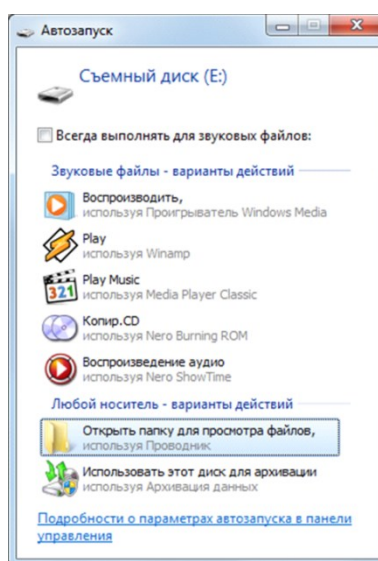

Рис. 6.15. Окно *Автозапуск*
3. Нажмите и удерживайте тампер контроллера, после чего нажмите и отпустите кнопку рестарта Reset (см. Приложение 3). В результате контроллер перезапустится в режиме накопителя данных (Mass Storage) и будет представлен в компьютере как съемный диск. В области уведомлений ОС Windows (в правом нижнем углу экрана) появится значок съемного устройства, и откроется окно *Автозапуск* (рис. 6.15). После этого тампер можно отпустить.